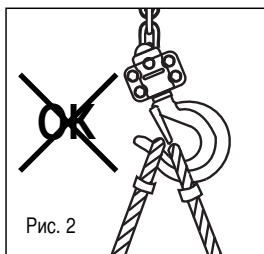

Рис. 2
повешен на крюк подвески (схема 5, рис. 1), и что предохранитель крюка (схема 6, рис. 1) надежно закрыт (см. рис. 2 и 3).
1. элемент крепления груза надежно сидит на крюке и не мешает закрытию предохранителя (см. рис. 2 и 3).